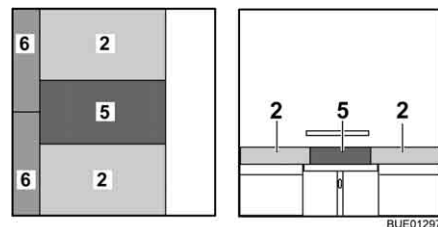

Fig. 114 Dopo la trasformazione
- Posizionare il cuscino aggiuntivo (Fig. 114,5) tra i cuscini del divano sul tavolo.
- Posizionare i cuscini aggiuntivi (Fig. 114,6) tra i cuscini del divano e la parete.